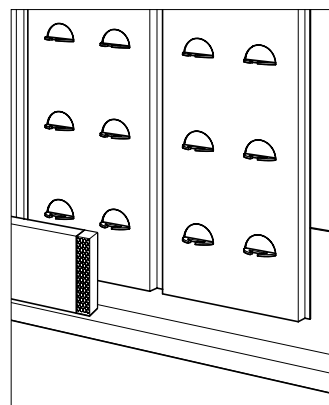
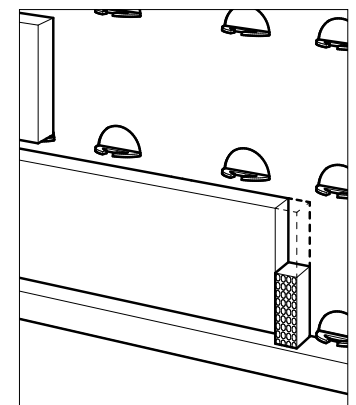

FIGURA 15
FIGURA 16
- Se requieren rejillas de ventilación de al menos 1 pulgada de altura para aplicaciones *Elite* (vea la Figura 15) y se pueden usar en lugar de juntas de cabeza abierta para aplicaciones exteriores *Classic* (vea la Figura 16). Aplique una pequeña cantidad de adhesivo en un extremo de la rejilla (drenaje) e instálolo verticalmente entre los ladrillos con el extremo con adhesivo en la parte superior para que el agua drene en la parte inferior.